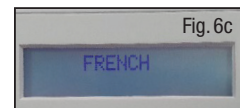

Fig. 6c
- Premere e tenere premuto il pulsante **DATI** per scorrere l'elenco delle lingue disponibili. Rilasciare il pulsante **DATI** quando appare la lingua desiderata. L'unità sarà ora nella lingua selezionata (Fig. 6c). Spegnerne l'unità di alimentazione per uscire dal menù test. All'accensione successiva l'unità di alimentazione visualizzerà la lingua selezionata.